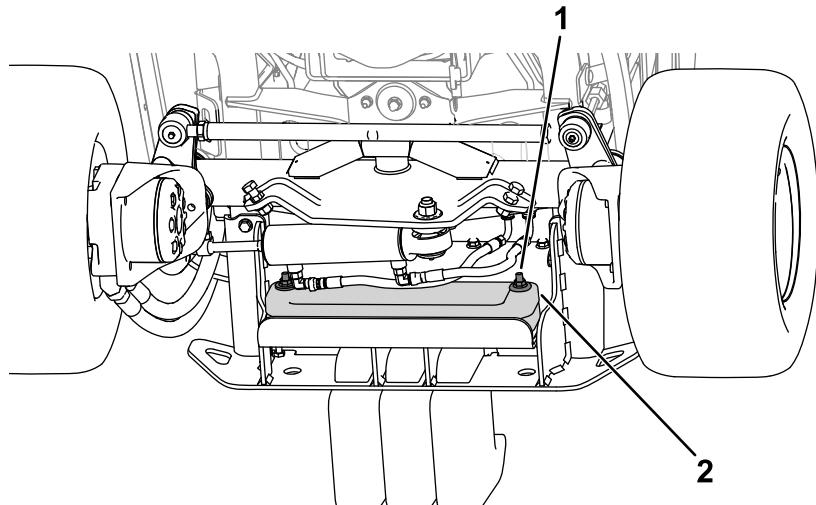

Figura 21
- Utilizai elementele de fixare pentru a fixa greutăile pe bara de protecție (Figura 21).